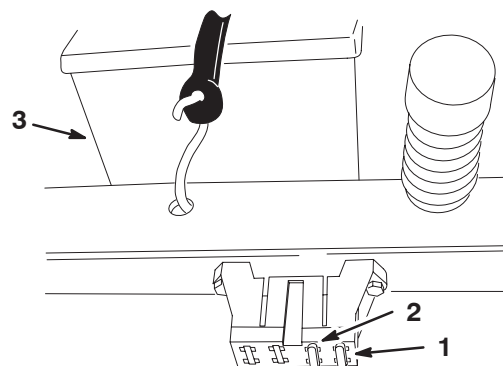

Figure 45
- Soulevez le siège pour accéder au porte-fusibles (Fig. 45).
- Pour remplacer un fusible, tirez dessus pour l'enlever (Fig. 45).